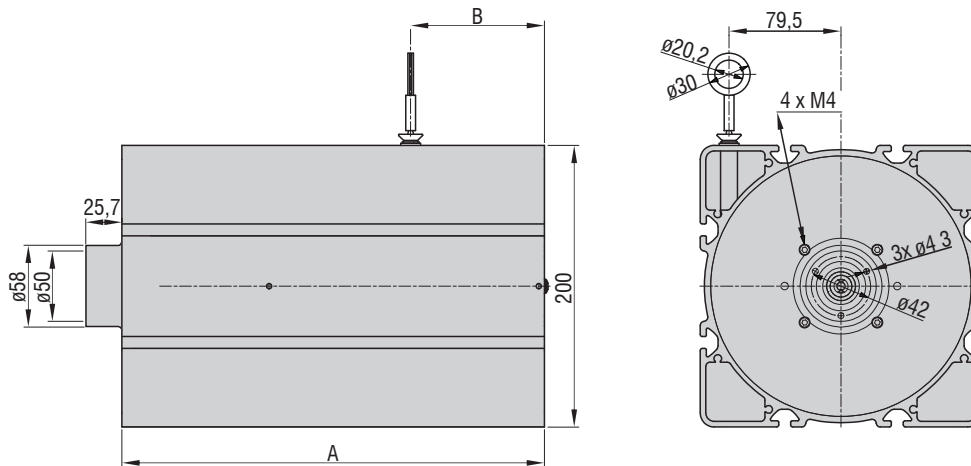

Abb. 5 Baureihe WDS-P200-M, Abmessungen in mm, nicht maßstabsgetreu
- Baureihe P200: 4x M8 DIN 912 und 4 Nutensteine, siehe Abb. 5.